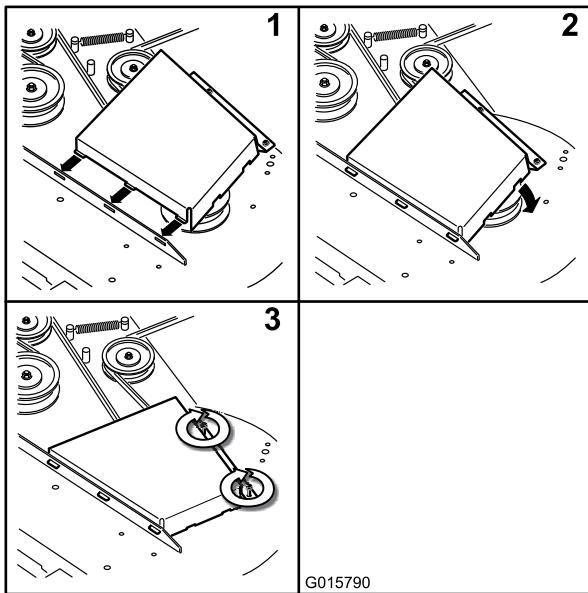

Figura 68
- Instale las cubiertas de la correa (Figura 68).